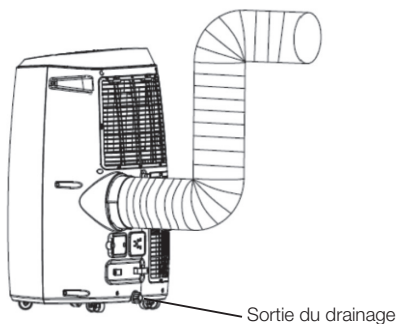

Fig. 6
4. Raccordez le tuyau d'évacuation tel qu'illustré à la Figure 6 si votre appareil a l'option de chauffage.
- Si le moteur d'éclaboussures est endommagé, un drainage continu peut être utilisé. Pour raccorder le tuyau de vidange à la sortie de vidange inférieure, veuillez voir la figure 6.